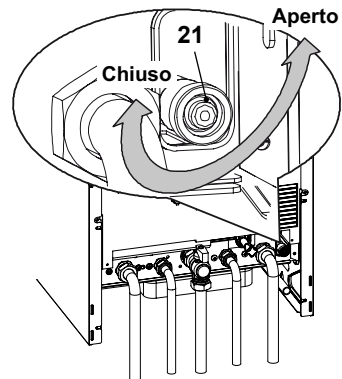

Figura 9.3
- Allentare il rubinetto di svuotamento della caldaia 21 indicato in Figura 9.3.